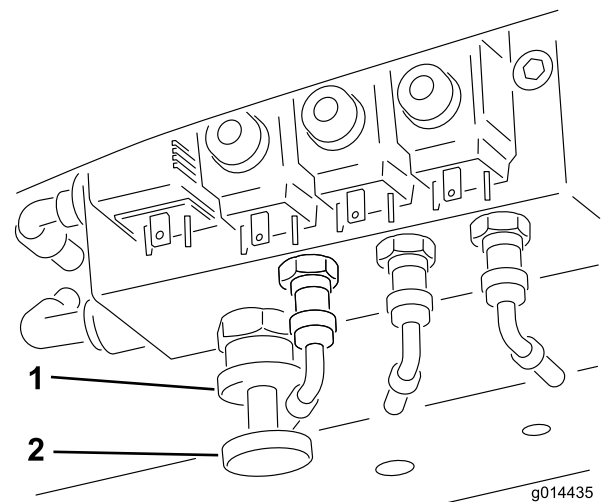

Figura 32
Para activar la transferencia de peso: Puede variarse la cantidad de peso transferida dependiendo de las condiciones de trabajo, girando la rueda de transferencia manual de peso (Figura 32):
1. Afloje la contratuerca de la válvula $\frac{1}{2}$ vuelta en sentido antihorario y sujétela en esa posición (Figura 32).
2. Gire la rueda manual de la válvula (Figura 32) en sentido antihorario para reducir la transferencia de peso o en sentido horario para aumentar la transferencia de peso.